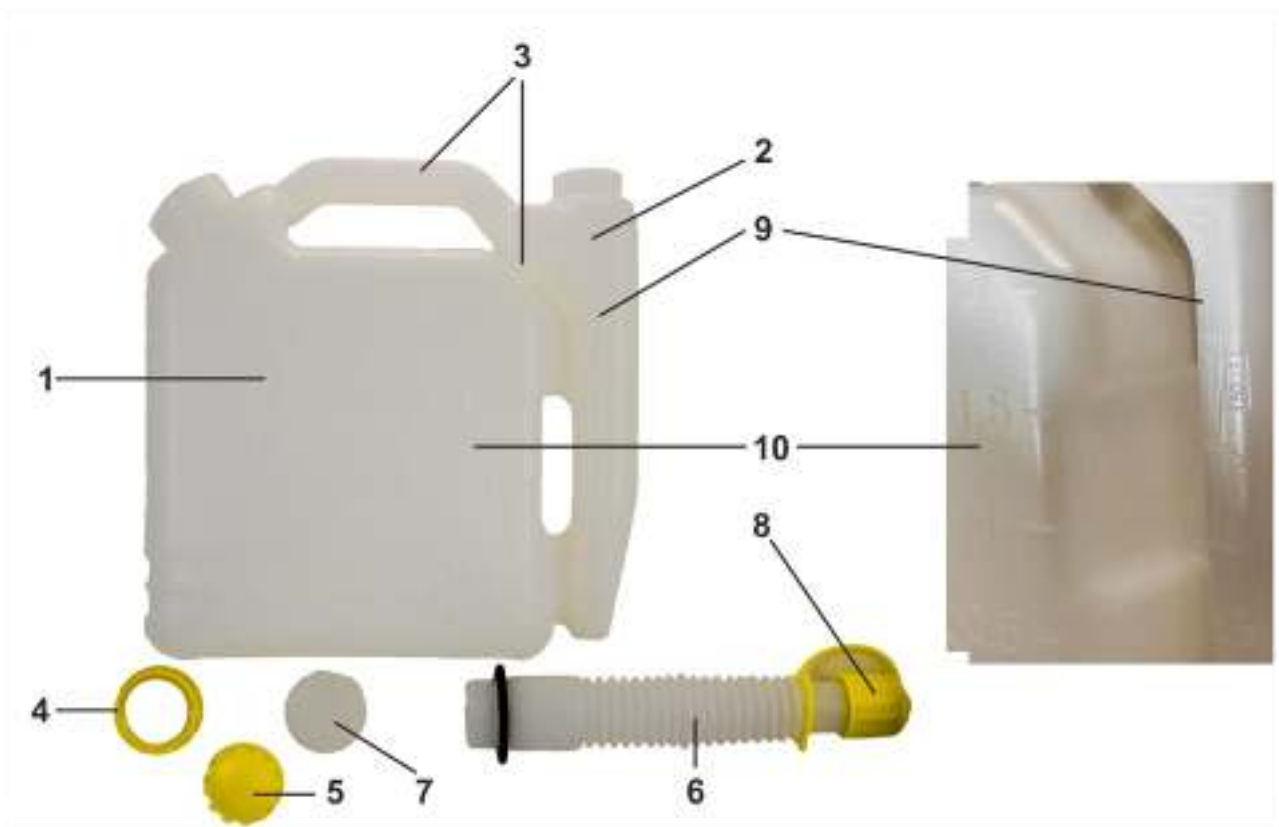

Рис. 1 Емкость для приготовления топливной смеси
Для приготовления топливной смеси в емкостях С1010,С1011 (Рис.1) необходимо выполнить следующее:
2. Определить пропорцию приготовления топливной смеси. На емкости 1 и масляном резервуаре 2 указаны шкалы пропорций 9,10 (Рис. 1). Шкала емкости одна, шкал масляного резервуара 4. На одной стороне 25:1 и 50:1, на другой 20:1 и 40:1.
4. Снять крышки 4 и 5 (Рис.1).
5. В емкость 1 (Рис.1) залить бензин в соответствии с выбранным количеством топливной смеси по шкале 10 (Рис.1).
6. В резервуар 2 залить необходимый объем моторного масла для 2-тактных двигателей в соответствии с выбранной пропорцией по шкале 9 (Рис.1).